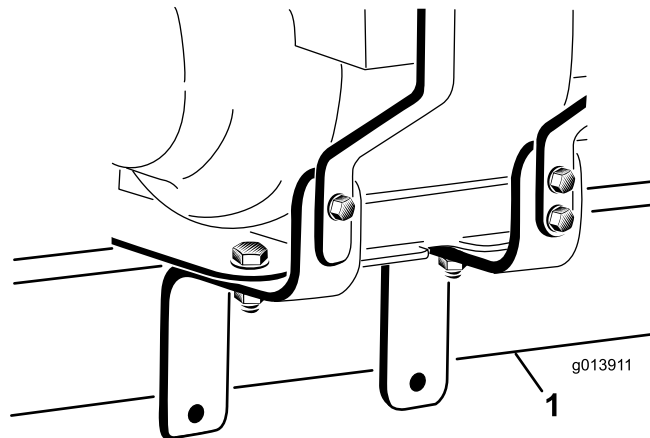
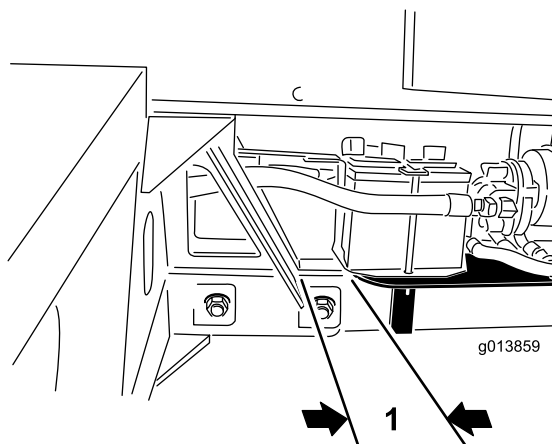

Figura 5
Figura 6
1. Fita de suporte da bateria 2. Parafuso de suporte da bateria (2)
19. Uma vez que a montagem do motor é pesada, posicionar este componente pode ser difícil. Com a ajuda de um assistente, posicione a montagem do motor no tubo de engate do ProPass. Certifique-se de que os suportes de montagem do motor apoiam no tubo de montagem (Figura 5) e que a traseira da placa de montagem do motor está a aproximadamente 25 mm do receptor do tubo de engate do ProPass (Figura 6).